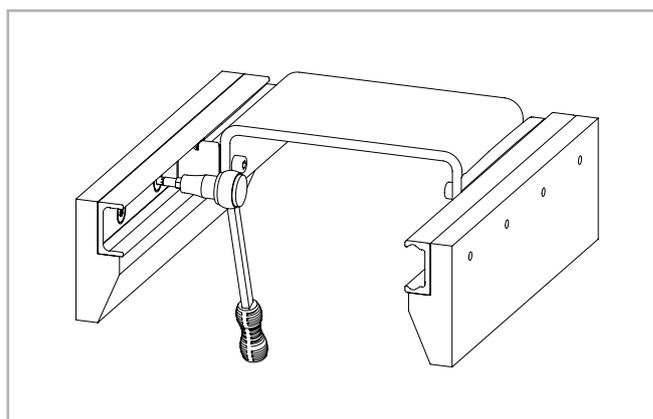

Fig. 162
(2) Montare la guida a piste piane e avvitare solo leggermente le viti di fissaggio.
(3) Inserire il cursore nella guida e montare l'elemento mobile senza serrare completamente le viti
(4) Portare l'elemento al centro della guida e avvitarlo alla corretta coppia di serraggio (vedere pag. CR-84, tab. 67).
(5) Serrare le viti di fissaggio centrali della guida con la coppia di serraggio prescritta (vedere fig. 162).
(6) Spostare l'elemento mobile ad un'estremità della guida e, iniziando da qui, serrare le rimanenti viti procedendo verso l'altra estremità.